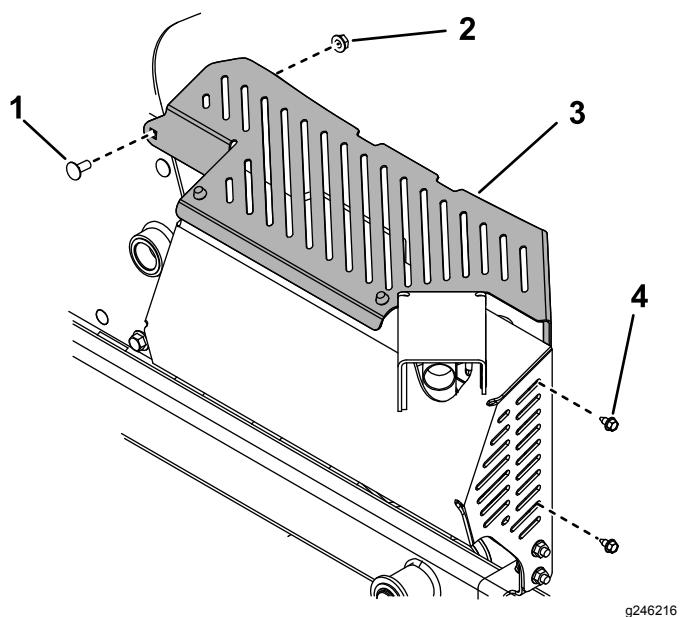

**Figure 26**
10. Rangez les bagues sur le côté gauche du cadre de la souffleuse à l'aide des fixations (Figure 26).